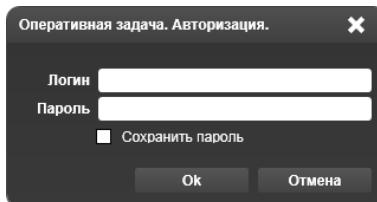

Рисунок 15.1 – Диалоговое окно авторизации в приложении **Оперативная задача**
В результате, после двойного щелчка на каждой ступени пути или на ярлыке **Оперативная задача**, открывается диалоговое окно авторизации оператора (Рисунок 15.1).
– кнопка **Сменить пользователя** позволяет открыть диалоговое окно авторизации в приложении **Оперативная задача** (Рисунок 15.1), в котором в соответствии с настройками, произведенными в приложении **Администратор**, можно передать мониторинг системы другому пользователю, например, при передаче смены дежурства.